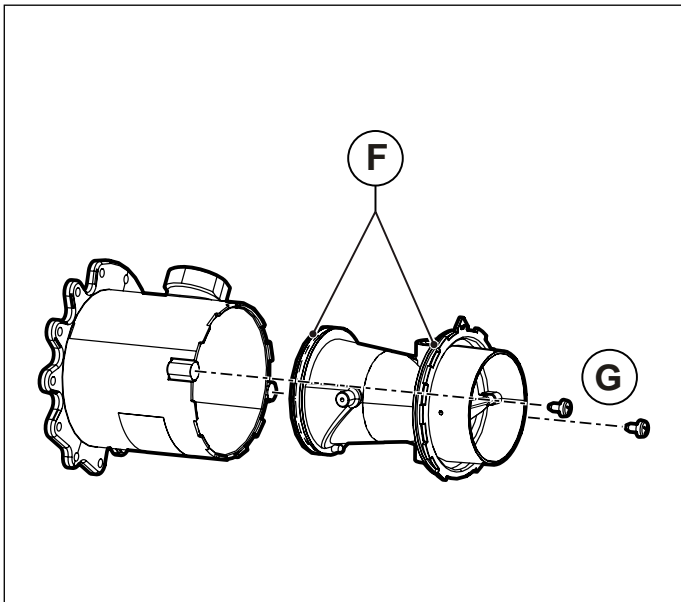
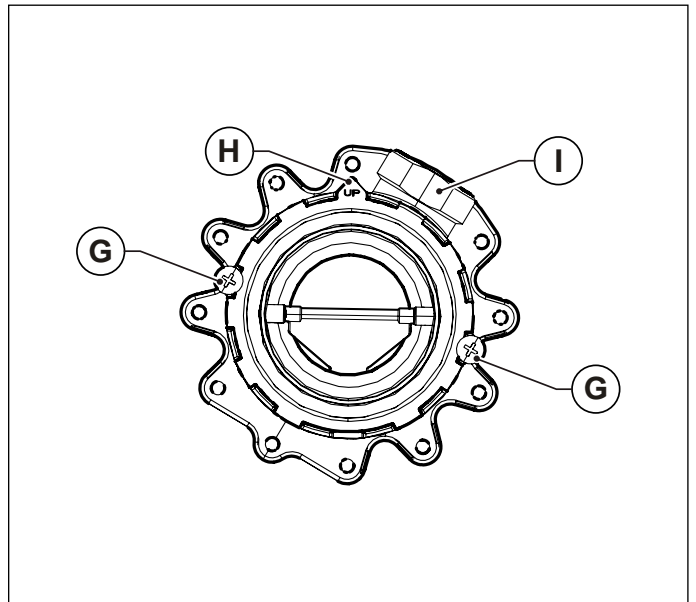

Рис. 40 Пластмассовый корпус смесителя
Рис. 41 Монтажное положение
- Отвинтить два винта **G** и вытащить пластмассовый корпус смесительного узла (смотри Рис. 40 Пластмассовый корпус смесителя).
- Вверните пластмассовый корпус на смесителе, используя крепежные винты и **G** следя за тем, чтобы не повредить уплотнительное кольцо **F** и не ошибиться с монтажным направлением (см. Рис. 40 Пластмассовый корпус смесителя и Рис. 41 Монтажное положение).